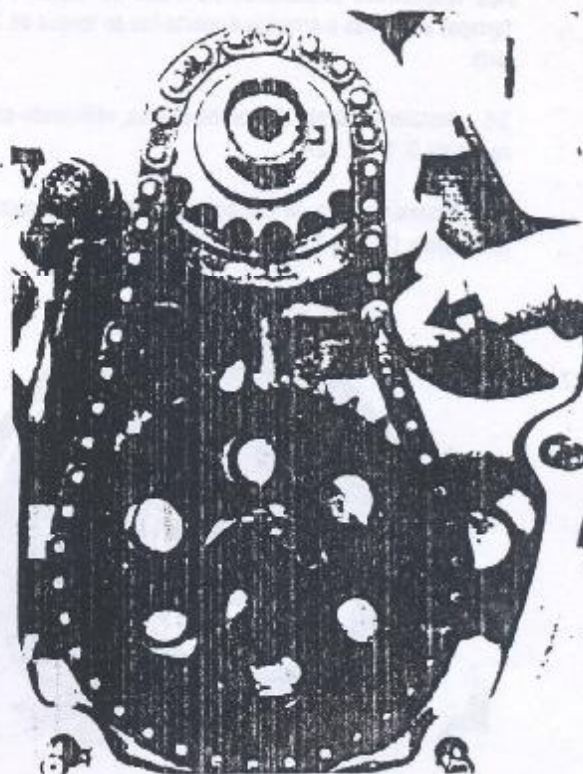

Figura 1.01.22 - Ajuste do apoio da corrente
29. Forçando manualmente a corrente no lado oposto ao apoio, ajustá-lo em seus furos oblongos, de modo que o mesmo fique paralelo com a corrente, e o mais próximo possível da desta, sem contudo tensioná-la (Figura 1.01.22).